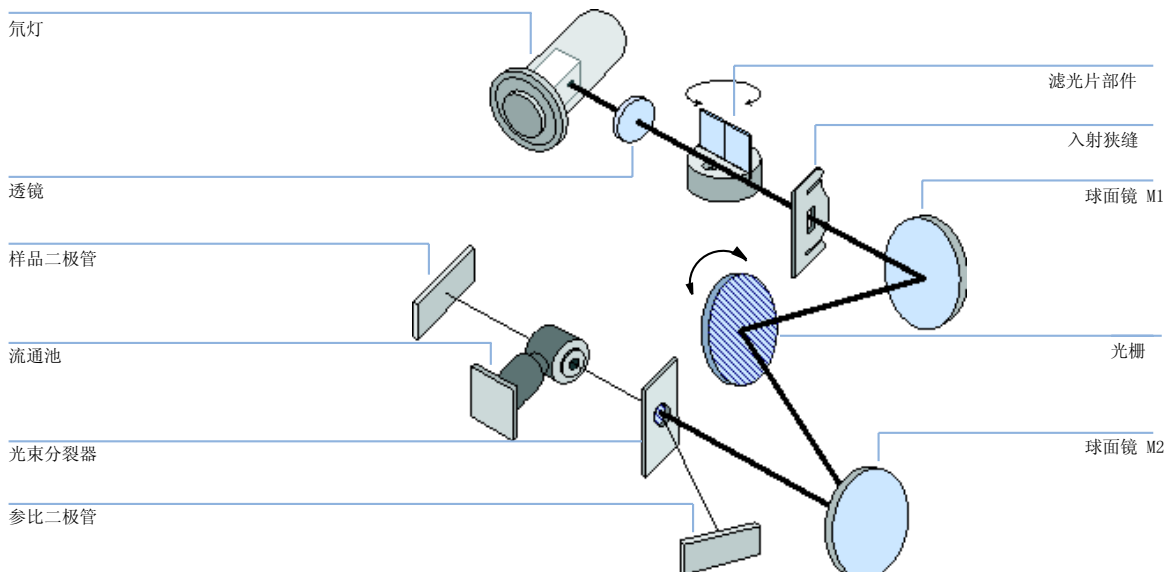

图 1 可变波长检测器的光程
如第 9 页的图 1 所示是检测器的光学系统。它的辐射源是可发射波长为 190 nm 至 600 nm 紫外线 (UV) 的氘弧放电灯。氘灯发出的光束通过一个透镜、一个滤光片部件 (空白、截止或氧化钛三种状态)、一个入射狭缝、第一个球面镜 (M1)、一个光栅、第二个球面镜 (M2)、一个光束分裂器, 最后通过流通池到达样品二极管。对通过流通池的光束的吸收取决于流通池中的溶液, 在流通池中紫外线被吸收, 并且光强通过样品光电二极管转换为电信号。光束分裂器使部分光线射到参比光电二极管, 从而获得参比信号, 作为光源强度波动的补偿。参比光电二极管前的狭缝分离出样品带宽的光线。通过旋转光栅 (由一个步进电机直接驱动) 可以选择波长。这一配置可以实现波长的快速改变。将截止滤光片移入大于 370 nm 的光程, 以减少较高阶的光。